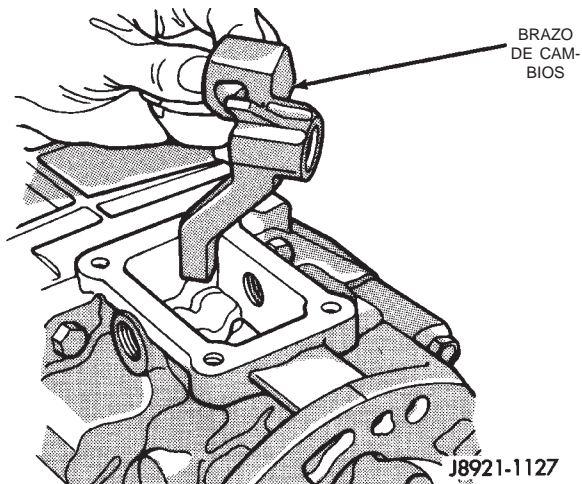

Fig. 42 Emplazamiento del brazo de cambios en la caja de transmisión
(10) Emplace el brazo de cambios en la abertura de la torre del cambiador de la cubierta del adaptador o retenedor de cojinete trasero (Fig. 42). Asegúrese de que el brazo de cambios esté acoplado a la corredera de cambios.